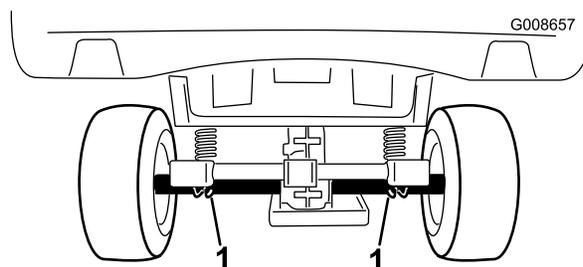

図 26
- 車体後部のジャッキアップポイントはアクスルチューブの下側です 図 26。